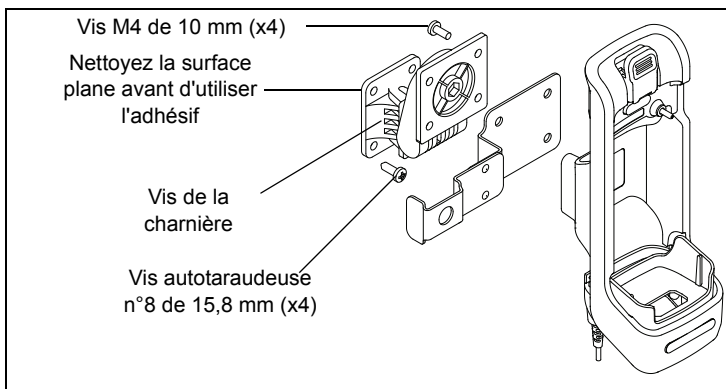

Figure 1 : socle pour voiture, support pour microphone haut-parleur distant et support de montage
Suivez la procédure ci-dessous pour installer le socle pour voiture ou adaptez-la en fonction de votre véhicule. Voir Figure 1 ci-dessus :
5. Fixez le socle à l'autre moitié du support à l'aide des quatre vis M4 de 10 mm. Vous pouvez choisir de coincer le support pour microphone haut-parleur distant entre les deux ou de l'installer séparément comme indiqué à la Figure 1.